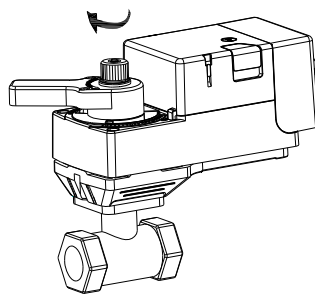

图 6
(4) 如图 6, 旋上螺帽, 手动拧紧即可, 即完成球阀执行器与阀体的连接。